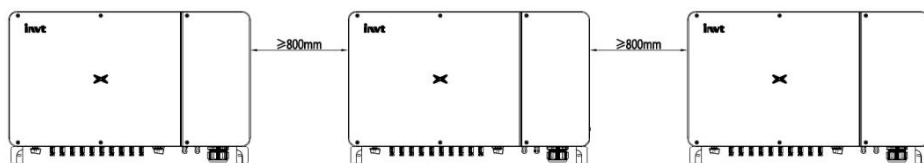

Abb. 4.5 Anforderungen bei Aneinanderreihung von Geräten
(4) Die Installationsfläche muss senkrecht verlaufen, wie in Abbildung 4.5 dargestellt. Installieren Sie den Wechselrichter senkrecht oder $\leq 15^\circ$ nach hinten geneigt, um die Wärmeabfuhr des Geräts zu erleichtern. Neigen Sie den Wechselrichter nicht nach vorn, installieren Sie ihn nicht waagerecht, auf dem Kopf stehend, nicht zu weit nach hinten und nicht seitlich geneigt.